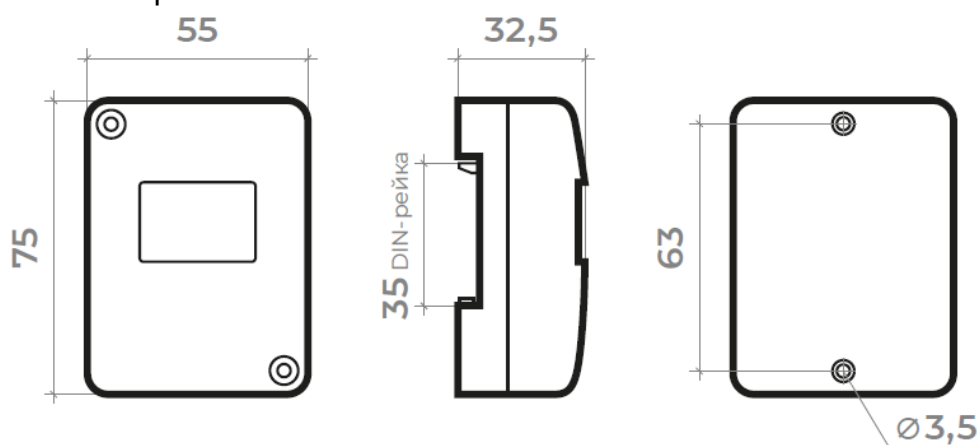

Рис.1. Габаритные и установочные размеры адресной метки.
2.1.2. Габаритные и установочные размеры адресной метки представлены на рис.1, схемы подключения на рис.2-6.